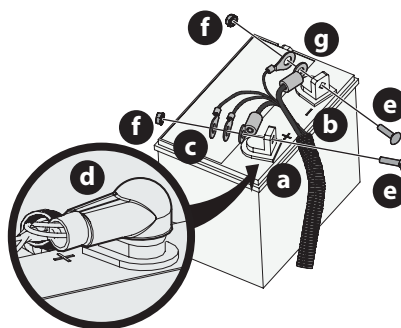

Figure 21
NOTE : la borne positive de la batterie est marquée POS. (+) (a). La borne négative de la batterie est marquée NEG. (-) (b) (Figure 21).
NOTE : si le groupe de câbles positifs (c) est déjà fixé, passez à l'étape 6 (Figure 21).
3. Faites glisser la gaine rouge (d), le cas échéant, vers l'arrière le long du groupe de câbles positifs (Figure 21).
4. Fixez le groupe de câbles positifs (c) et le câble positif de la prise 12V (le cas échéant) à la borne positive de la batterie (a) à l'aide du boulon (e) et de l'écrou (f) (Figure 21).
5. Placez la gaine rouge (d) sur la borne positive de la batterie (a) pour l'isoler et la protéger de la corrosion (Figure 21).
6. Fixez le groupe de câbles négatifs (g) et le câble négatif de la prise 12V (le cas échéant) à la borne négative de la batterie (b) à l'aide du boulon (e) et de l'écrou (f) (Figure 21).